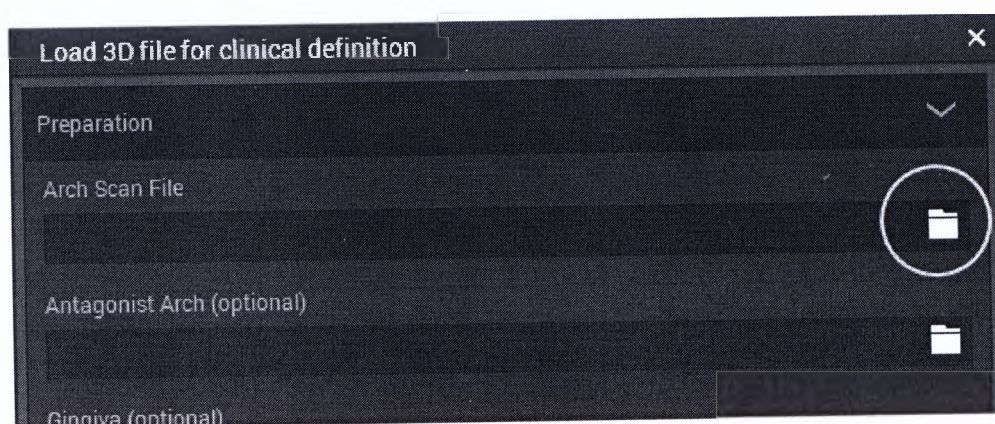

Рис. 13 Щелкнуть на значок папки для загрузки файла STL
3. Выбрать хотя бы один «Arch Scan File» (Файл скана дуги), щелкнув на значок папки и найдя файл STL (рисунок 13).